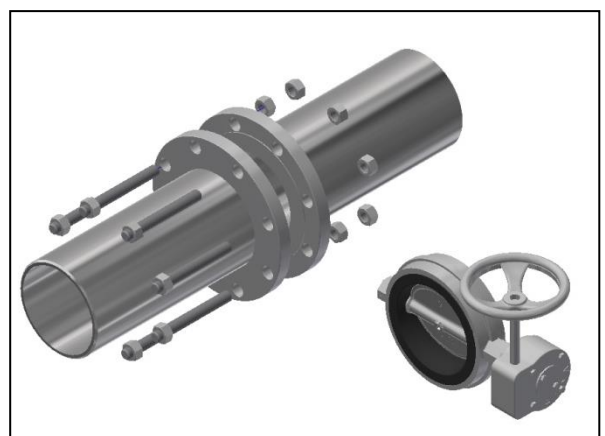

Figura 3
- 3- Certifique-se de que as faces dos flanges estejam livres de imperfeições, cantos vivos, rebarbas e se abertura entre flanges está compatível com a medida de face a face da válvula, posicionar o obturador da válvula na posição semi-fechado. Figura-3